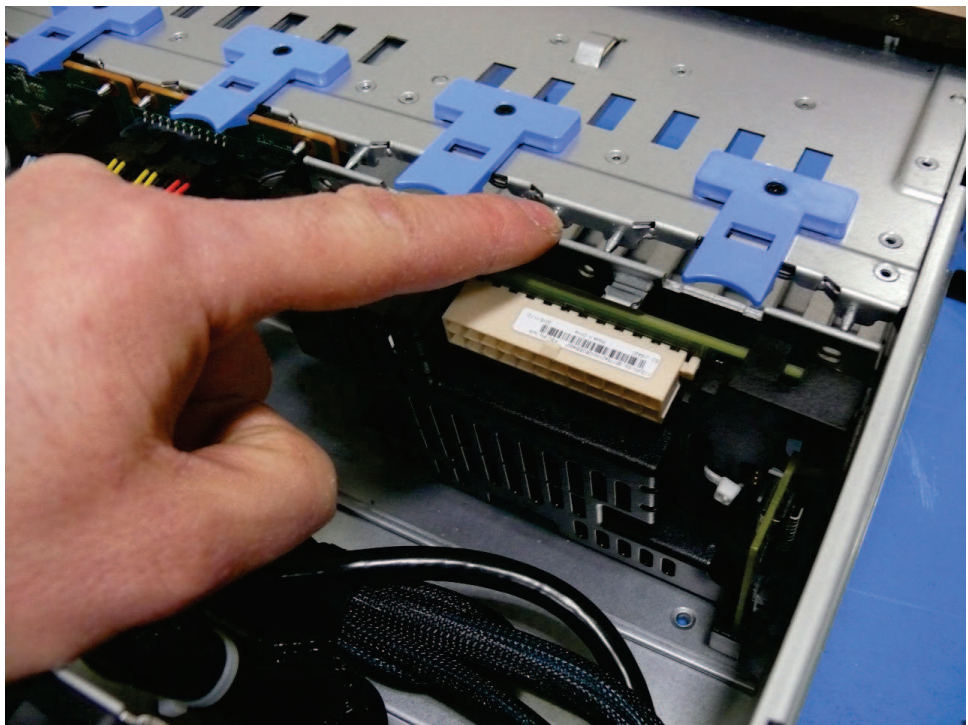

図 167. 2145-SV1 シャーシ内のバッテリー・バックプレーン
6. バッテリー・バックプレーンの下の端をシャーシにはめ込みます。図 167 に示すように、上部を押して、所定の位置にロックされるまでバックプレーンを押し込みます。